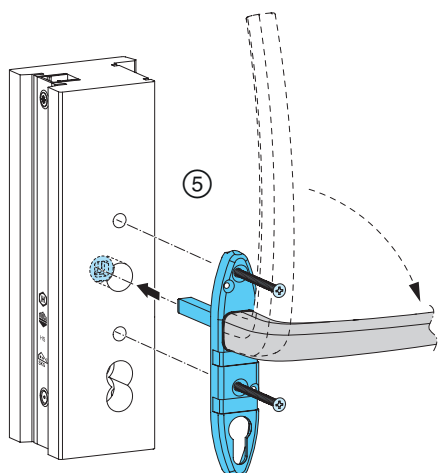

Abb. 35
- ⑤ Griffereinheit mit Getriebe koppeln und mittels Senkkopfschrauben M6 x ... durch Getriebe mit Muschelgriff verschrauben; **Abb. 35**.